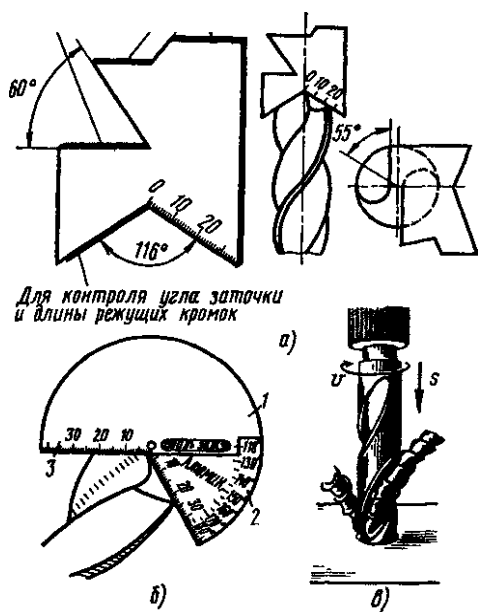

Рис. 79 Проверка качества заточки сверла: *а* — по шаблону, *б* — универсальным угломером, *в* — пробным сверлением
1. Проверить по шаблону (рис. 79, а): угол наклона винтовой канавки; угол наклона перемычки; угол заточки и длины режущих кромок.